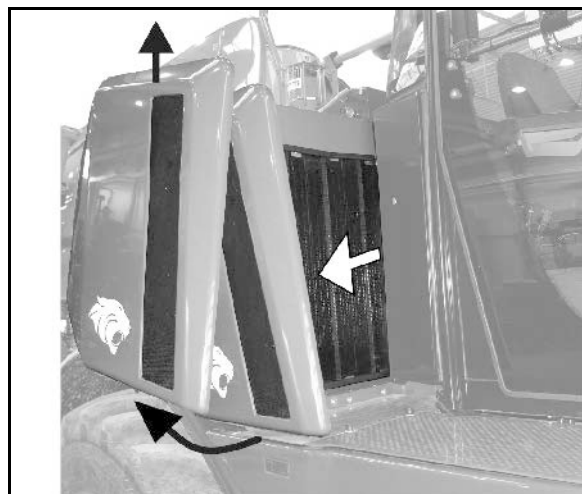

Bild 171
1. Lossa vingmuttern på filterkåpan (Bild 171/1).
2. Ta bort filterkåpan och dra ut filterelementet (Bild 171/2).
6. Byt det inre filterelementet (Bild 171/3) årligen (rengör aldrig).
- o Lossa sexkantsmuttern (Bild 171/4) och ta ut filterelementet.